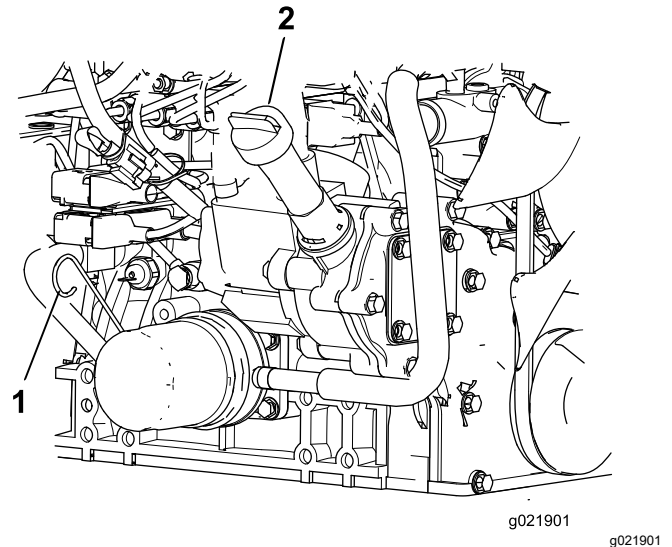

Figura 83
3. Retire la varilla, límpiela, vuelva a colocarla en el tubo y retírela de nuevo. El nivel de aceite debe estar entre las marcas LLENO y AÑADIR (Figura 83).
4. Si el nivel de aceite es bajo, retire el tapón de llenado y añada suficiente aceite para que llegue entre las marcas LLENO y AÑADIR (Figura 83).